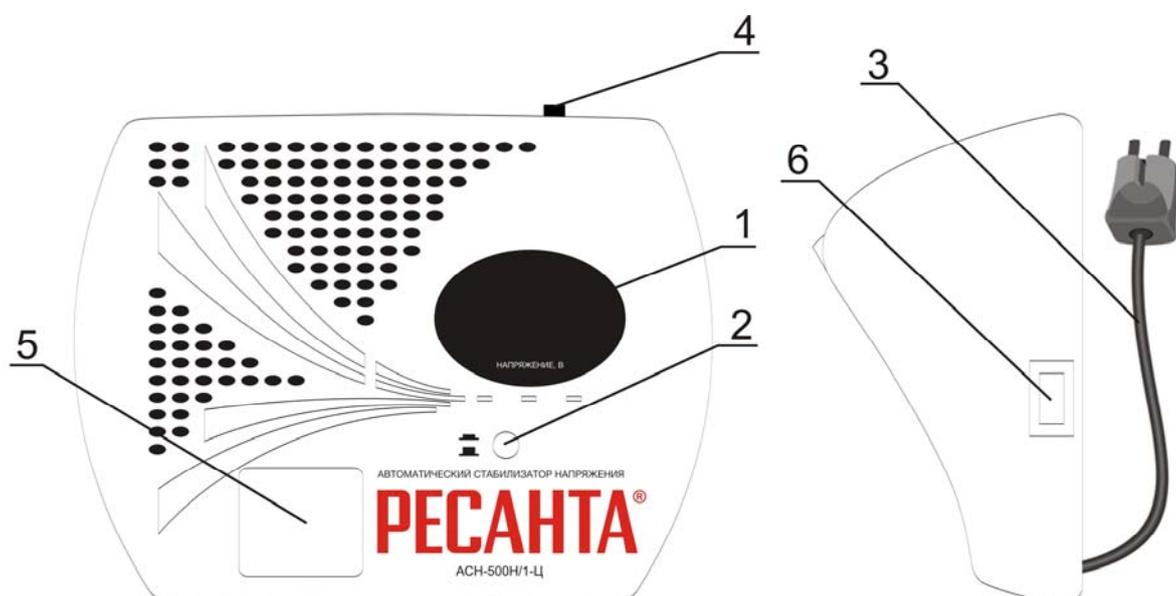

РИС. 2
- Убедиться в том, что выключатель (рис. 2, поз. 6) находится в положении «выкл».
- Перевести выключатель (рис. 2, поз. 6) в положение «вкл» на 10 секунд.
- Дисплей (рис. 2, поз. 1) должен показывать 220 В при работе стабилизатора в штатном режиме.
- Перевести выключатель (рис. 2, поз. 6) в положение «выкл».
- Подключить нагрузку в розетку (рис. 2, поз. 5) стабилизатора.
- Установить выключатель (рис. 2, поз. 6) в положение «вкл». Обратите внимание, что напряжение на нагрузку будет подано с задержкой 3-6 сек. (время, необходимое стабилизатору для подстройки выходного напряжения).
1. Не горит индикатор «сеть»	1. Стабилизатор не подключен к сети. 2. Проверить, включен ли выключатель (рис. 2, поз. 3) 3. Проверить предохранитель (рис. 2, поз. 4)